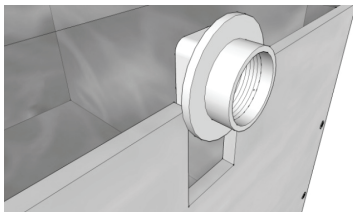

Fig. 5 - Les raccords glissent dans les encoches de la partie B de sorte que lorsque vous êtes assis, les raccords ne tournent pas.
- a. **Faites glisser** les deux raccords dans les encoches du panneau restant (Partie B) de sorte que le carré du raccord corresponde à l'encoche carrée de 2 1/2" et se verrouille en place. (Fig. 5, partie B)